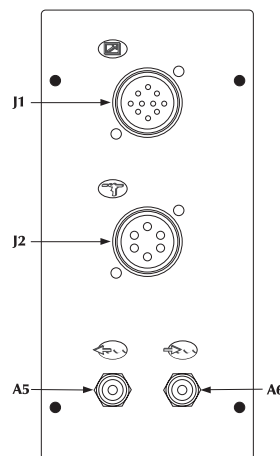
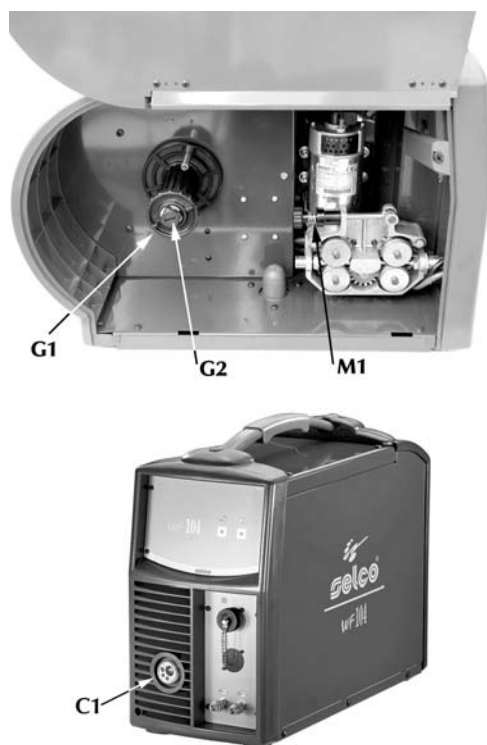

Fig. 19
Fig. 21 Beskrivelse av den bevegelige vognen
- Skrus loss metallringen (G1 fig. 21) fra spolholderen og sett inn spolen.
Sett inn haspens metalltapp og sett tilbake festeringen (G1) i korrekt posisjon og reguler friksjonsskruen (G2 fig. 21)
- Avblokker trekketøtten på motorreducereren (M1 fig. 21) ved å sette inn enden av kabeln i bøsningen og la den passere på rullen til brennerens feste.
- Sett inn sveisebrenneren, utstyrt med mantel, i det sentraliserte festet (C1 fig. 21) ved å skru festeringen helt fast. Hvis sveisebrenneren har vannkjølingssystem, skal du kople slangene for ingående og utgående væske til rørene (A5-A6 fig. 19).